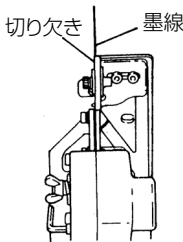
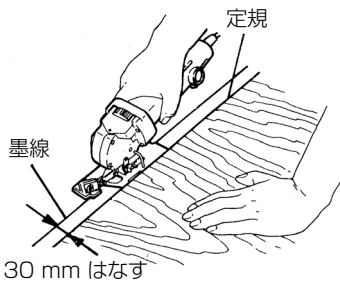

図 7
図 8
(1) 材料の上に本体（ベース）をのせます。墨線と刃物とはベース前部の切り欠きで合わせます。（図 7）
(2) 刃物が材料に触れていない状態でスイッチを入れます。材料がばたつかないようにしっかり押さえ、ゆっくり送って切断します。
(3) 正確な直線に切る場合には、図 8 のように適当な材料を案内定規とし、墨線から 30 mm はなしておきます。これにベース側面を軽く当てながら送ります。